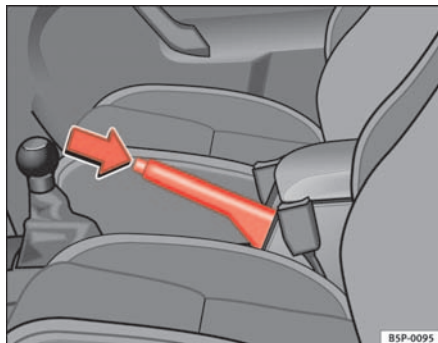

Abb. 138 Handbremse zwischen den Vordersitzen
⇒ Abb. 138.
- Ziehen Sie den Hebel etwas nach oben, drücken Sie den Entriegelungsknopf in Pfeilrichtung ⇒ Abb. 138 und führen Sie den Handbremshebel ganz nach unten ⇒ ⚠.